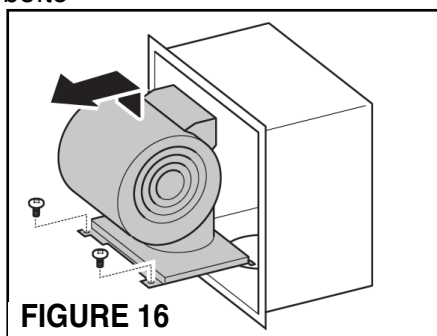

FIGURE 16
- Lorsque évacuation vers l'arrière avec la soufflerie IBDD600 monté à l'avant de l'unité, une modification de la boîte de soufflage est nécessaire (FIGURE 16)